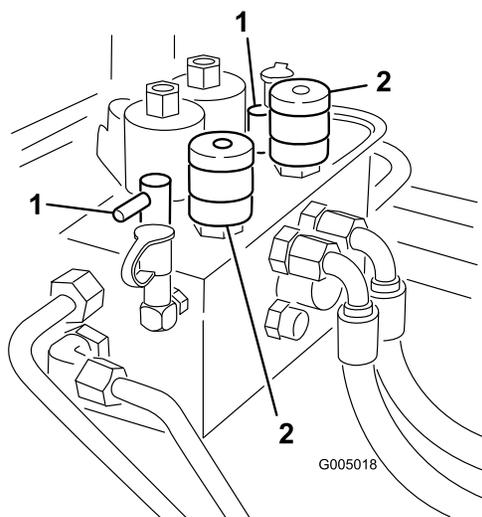

Figura 82
3. Individuate le manopole di selezione della velocità dei cilindri e le manopole di lappatura (Figura 82). Girate in posizione di lappatura la manopola (o manopole) di lappatura pertinente, e la manopola (o manopole) di selezione della velocità dei cilindri in posizione 1.